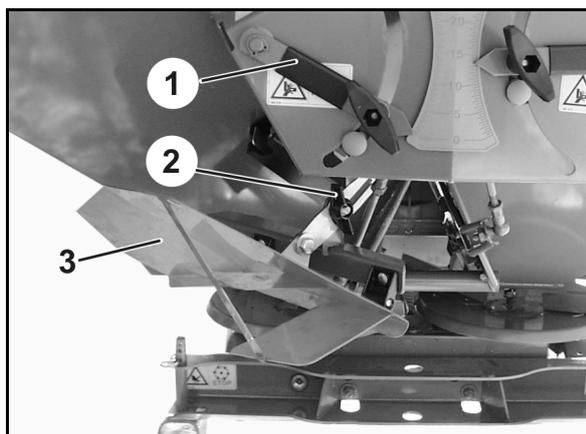
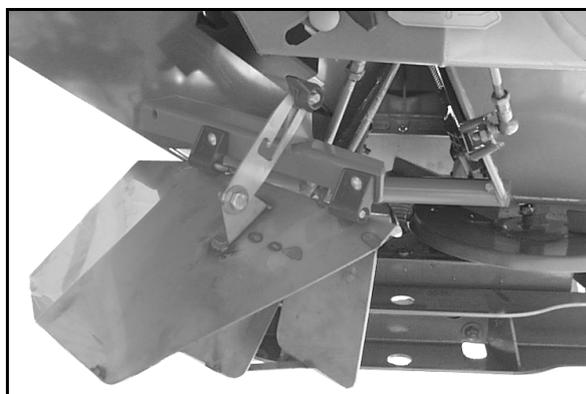

Fig. 82
Fig. 83
- Chiudere la paratoia sinistra (Fig. 82/1).
2. Allentare il galletto (Fig. 82/2).
3. Abbassare lo schermo per spargimento sui confini (Fig. 82/3) dalla posizione di riposo alla posizione di funzionamento (Fig. 83).
4. Serrare il galletto (Fig. 82/2).